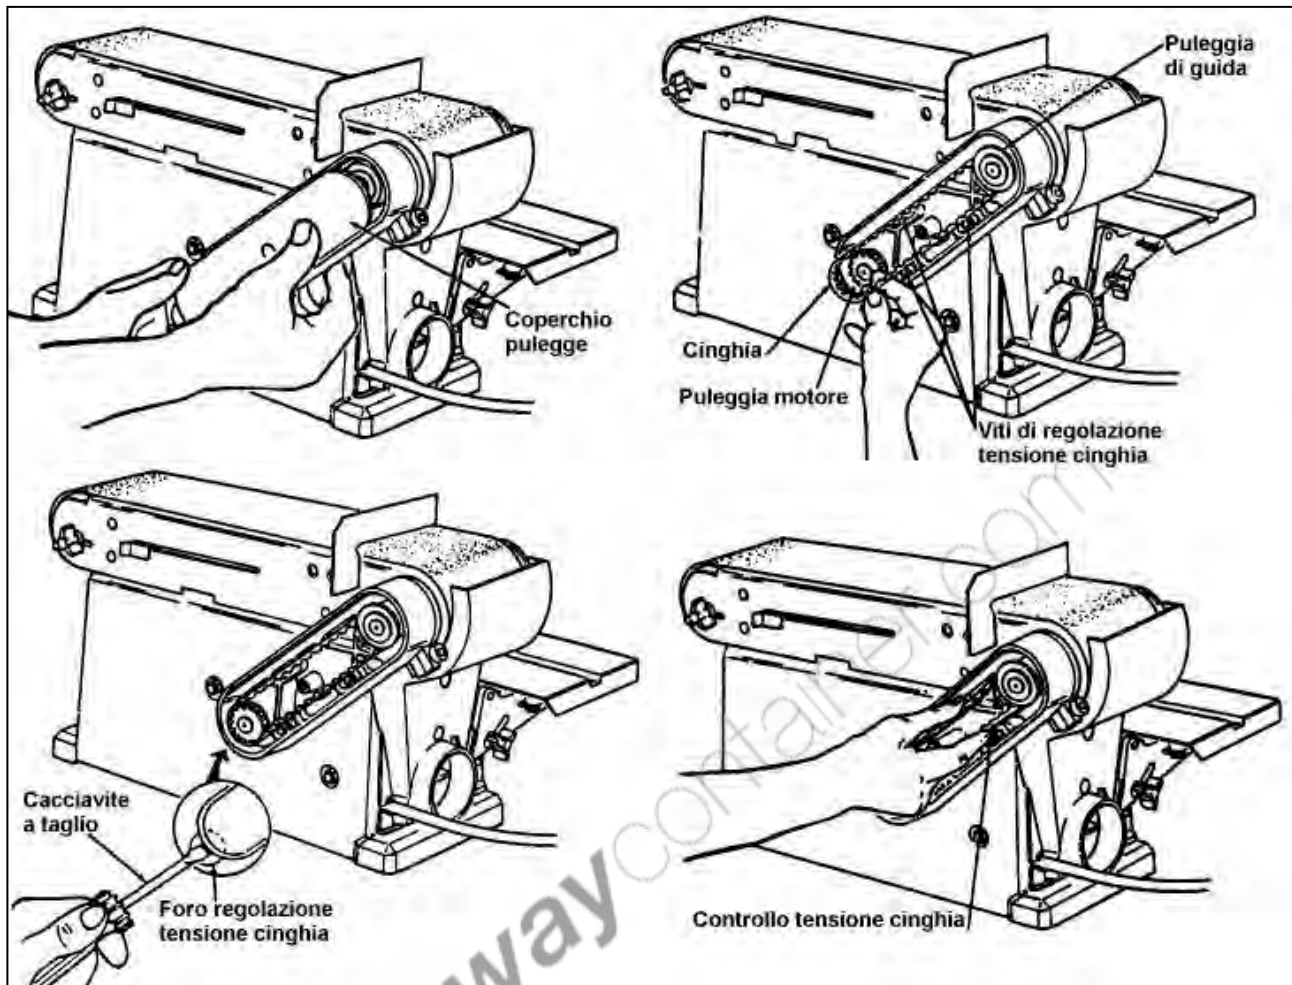

Figura 25 – Controllo e sostituzione cinghia di trasmissione.
1. Rimuovete la vite del carter di protezione della cinghia, utilizzando un cacciavite, dopodiché togliete il carter (figura 25).
2. Allentate le 3 viti per permettere alla cinghia di essere smontata dalle due pulegge (figura 25)
4. Regolare la tensione della cinghia, mediante un cacciavite, inserito nel foro di regolazione. Spingere verso l'alto per aumentare la tensione (figura 25).
6. Per controllare la tensione, stringete la cinghia fra due dita essa deve cedere di circa 5/6 mm (figura 25)